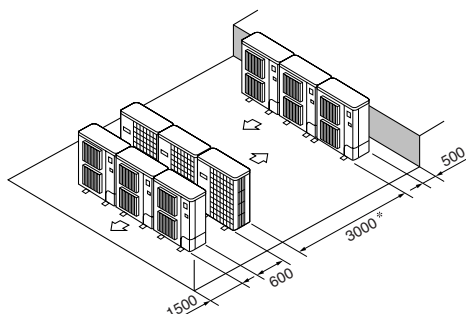

Fig. 2-13
- ⑥ Opstelling met meerdere parallelle apparaten (Fig. 2-13)